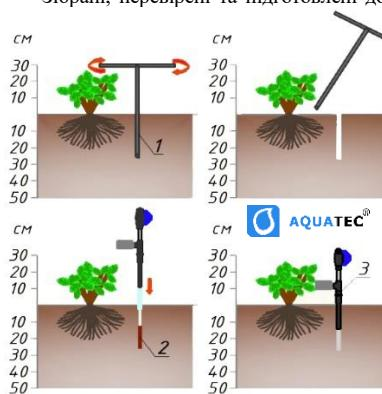

Рисунок 2 Рекомендована схема встановлення тензометра в ґрунті: 1 – ручний бур; 2 – ґрутова паста; 3 – тензометр AQUAMETER PRO, модель T
5.2 Встановлення тензометра у ґрунт. Для встановлення тензометра пробурюють отвір в ґрунті ручним буром діаметром 20-22 мм, **не ущільнюючи і не розпушуючи його стінки** (!). Необхідну глибину розраховують від поверхні ґрунту до краю керамічного зонду тензометра (рис. 2). Слід враховувати, що максимальна товщина шару ґрунту, в якому може достовірно працювати керамічний зонд, становить 25 см (див. розділ 5.4).